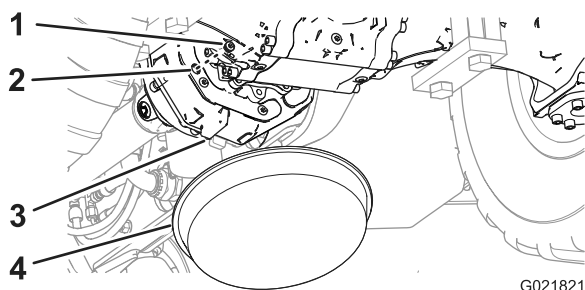

Figure 72
1. Placez un bac de vidange sous la partie arrière du carter de la boîte de transmission (Figure 72).
2. Retirez le bouchon-indicateur de niveau de la boîte de transmission (Figure 72).
3. Regardez par l'orifice du bouchon-indicateur pour vérifier que l'huile dans la boîte de transmission atteint le bas du filetage de l'orifice (Figure 72).
6. Revissez le bouchon-indicateur dans l'orifice du bouchon-indicateur de la boîte de transmission (Figure 72).